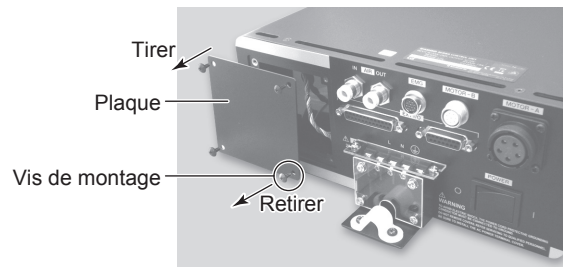

Fig. 21
- (2) Retirez la vis de la plaque et retirez précautionneusement celle-ci du BOÎTIER DE CONTRÔLE (Fig. 21).